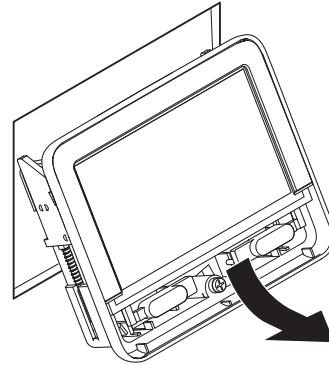

Bild 5
- Dra försiktigt ut panelen ca 20 cm framåt ur monteringsöppningen (Bild 5).